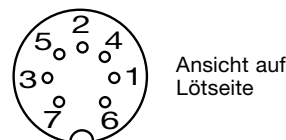

Bild 3: Buchsenkörper (8)
**3. Schritt** (siehe Bild 3 und 4)